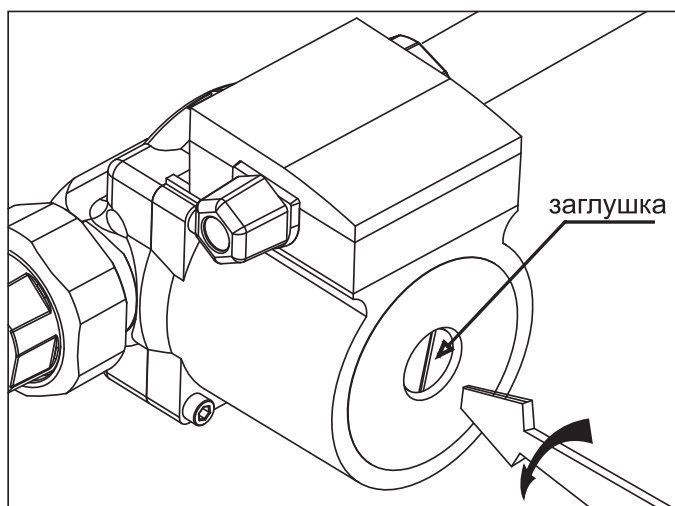

Рис.8 Удаление воздуха из насоса
- выкрутить винт и ослабить заглушку для удаления воздуха, защитив электрические части от попадания жидкости или пара **Рис.8**;